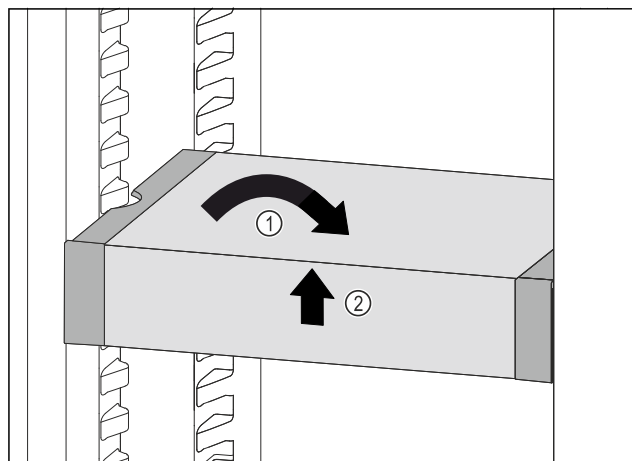

Fig. 106
- VarioSafe gerade stellen. Fig. 106 (1)
- VarioSafe vorne anheben. Fig. 106 (2)